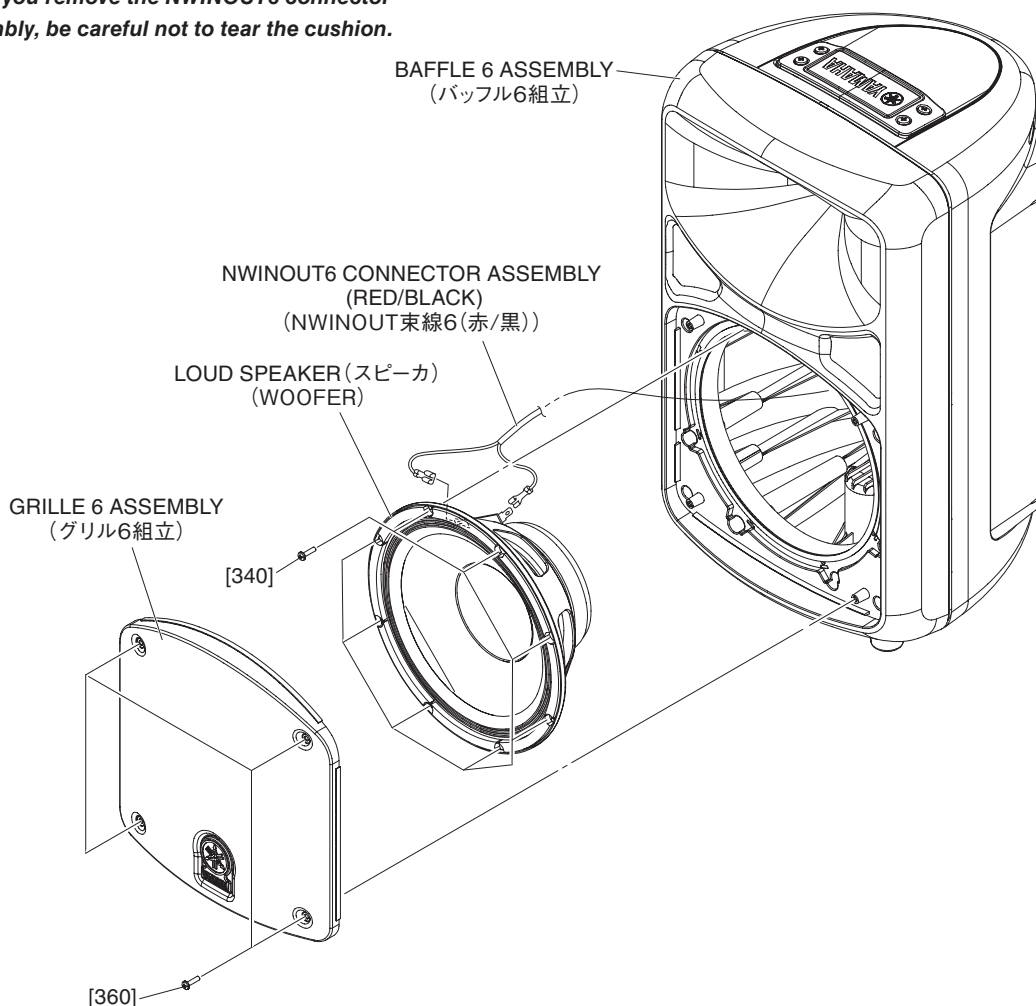
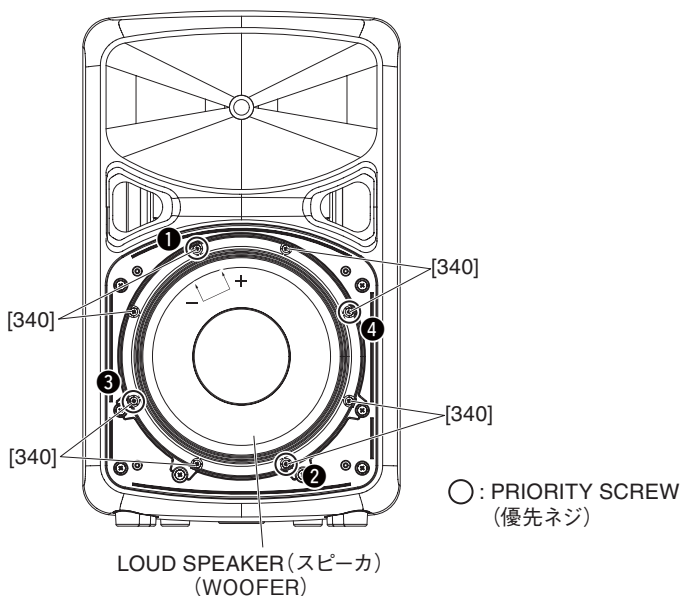
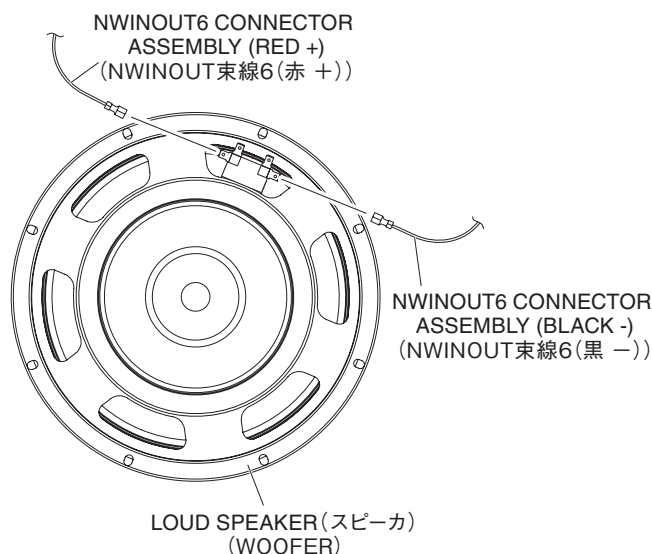

Fig. A-1 (図A-1)
Fig. A-2 (図A-2)
Fig. A-3 (図A-3)
A-1-1 Remove the four (4) screws marked [360]. The grille 6 assembly can then be removed. (Fig. A-1)
A-1-1 [360] のネジ 4 本を外して、グリル 6 組立を外します (図 A-1)
A-2-2 Remove the eight (8) screws marked [340]. The loud speaker (woofer) can then be removed. (Fig. A-1, Fig. A-2)
* **When installing the speaker (woofer), first match the position of the terminal to the direction shown by the ↑↑ mark and then tighten the four (4) priority screws in order as shown in Fig. A-2.**
A-2-3 Remove the NWINOUT6 connector assembly (red/black) attached to the speaker (woofer) terminal. (Fig. A-1, Fig. A-3)
A-2-2 [340] のネジ 8 本を外して、スピーカ (ウーファー) を外します (図 A-1、図 A-2)
※ スピーカ (ウーファー) を取り付けるときは、端子の位置を↑↑印の方向に合わせてから、優先ネジ 4 本を図に示す順番で先に締めてください。(図 A-2)
A-2-3 スピーカ (ウーファー) 端子に取り付けられている NWINOUT 束線 6 (赤/黒) を外します。(図 A-1、図 A-3)